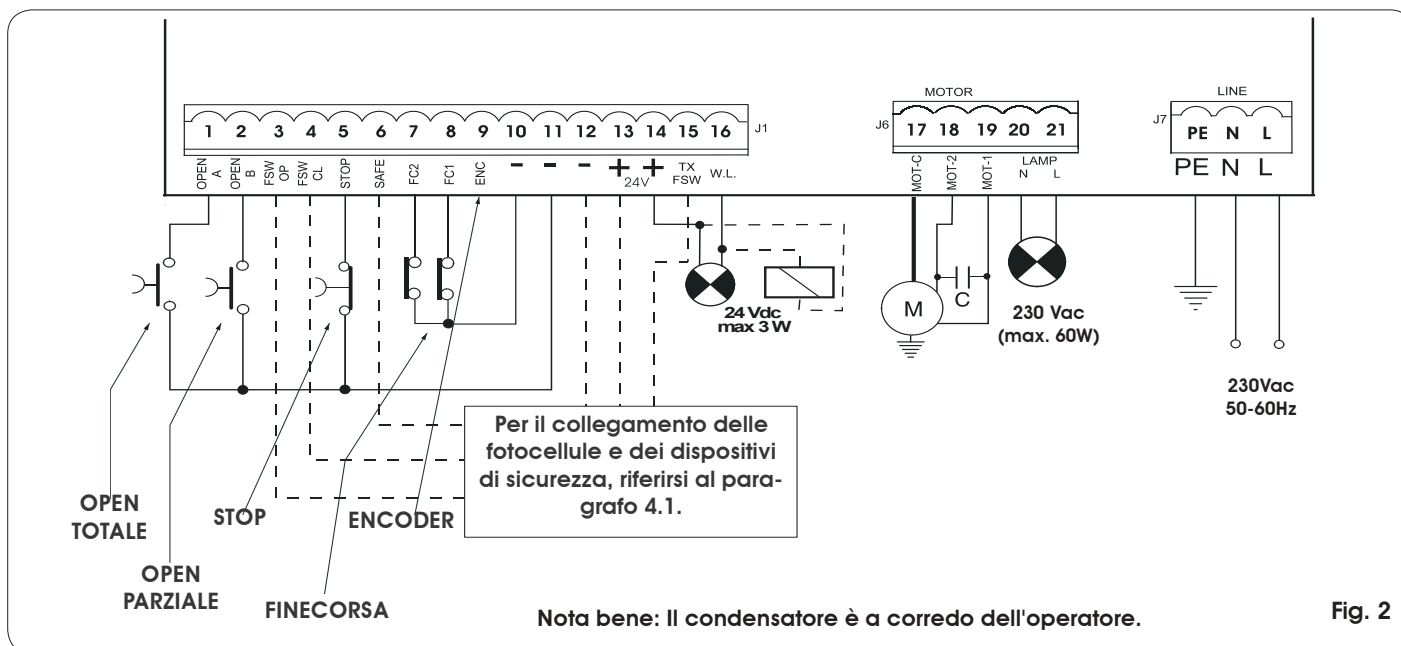

Fig. 2
- Collegare il cavo di terra all'apposito morsetto previsto sul connettore J7 dell'apparecchiatura (vedi fig.2).
4.2 Morsettiera J7 - Alimentazione (fig. 2)
4.3 Morsettiera J6 - Motori e lampeggiatore (fig. 2)
4.4 Morsettiera J1 - Accessori (fig. 2)
FC1 / FC2 - Contatti di finecorsa di apertura e chiusura (morsetti 7 e 8): Il compito dei finecorsa di apertura e di chiusura è di determinare il punto di riferimento per l'arresto, oppure per l'inizio del rallentamento (pre e post finecorsa), oppure per la frenata dell'operatore (vedi programmazione avanzata Cap. 5.2.). Il dispositivo di finecorsa deve avere un contatto N.C. che va collegato tra l'ingresso (FC1 o FC2) ed il morsetto - dell'apparecchiatura (vedi Fig. 2).